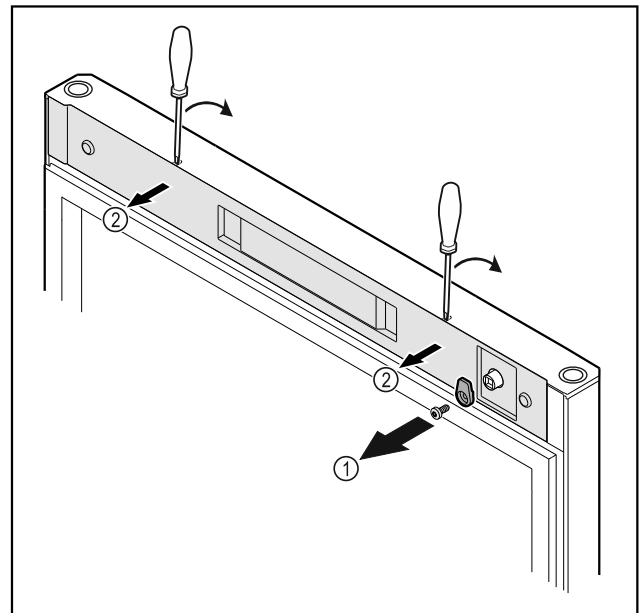

Fig. 19
- ▶ Schließhaken Fig. 19 (1) abschrauben.
- ▶ Abdeckung Fig. 19 (1) mit einem kleinen Schraubendreher ausrasten und abnehmen.